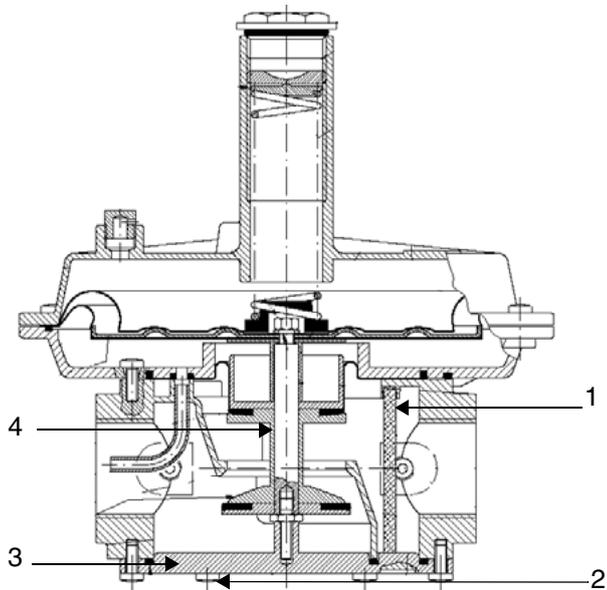

Fig. 16 - corpo filettato
Per controllare lo stato dell'organo filtrante (1 - Fig. 16) su **corpi filettati**:
- togliere il coperchio inferiore svitando le viti di fissaggio (2 - Fig. 16);
- smontare l'organo filtrante (1 - Fig. 16), pulirlo con acqua e sapone, soffiarlo con aria compressa o sostituirlo se necessario;
- riassemblare il fondello (3) assicurandosi che il perno centrale (4 - Fig. 16) sia centrato nella guida del fondello (3 - Fig. 16).